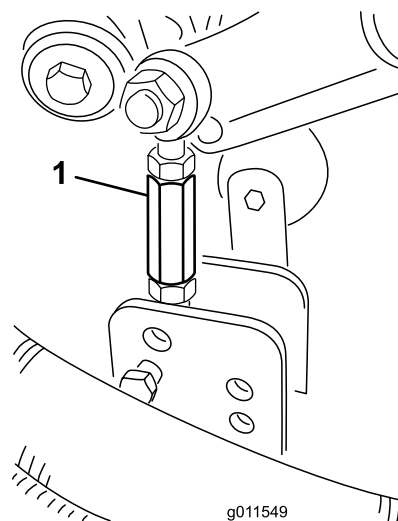
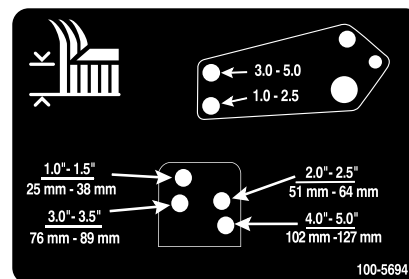

Figura 26
Figura 27
8. Retire los pasadores de horquilla y las chavetas que fijan los acoplamientos de los amortiguadores a los soportes de la unidad de corte (Figura 26). Alinee los taladros de los acoplamientos de los amortiguadores con los taladros del soporte de altura de corte en el bastidor de la unidad de corte (Figura 27), y coloque los pasadores y las chavetas.